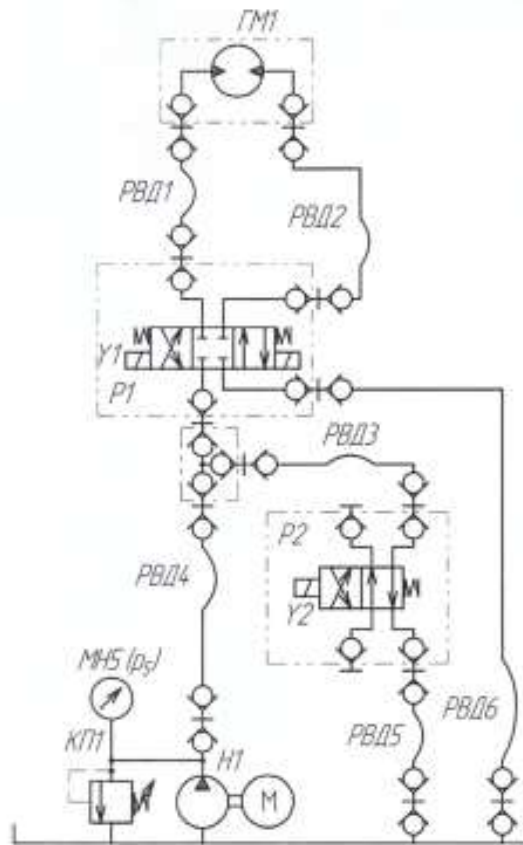

Рисунок 24.1 –Схема гидравлическая
- 1 Начертить электрическую схему рис.24.1, 24.2.